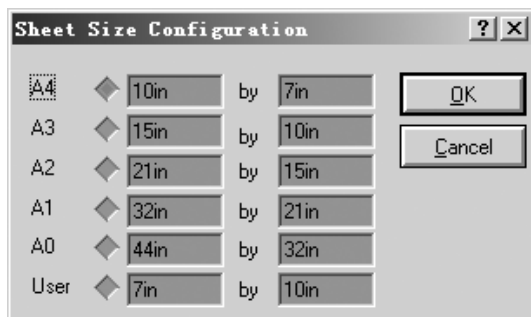

图 4.38 设置图纸尺寸
- Set Sheet Sizes: 设置图纸尺寸, 点击后会弹出如图 4.38 所示的对话框, 用于设置 Proteus 中默认的相关图纸尺寸大小, 包括 A0 ~ A4。